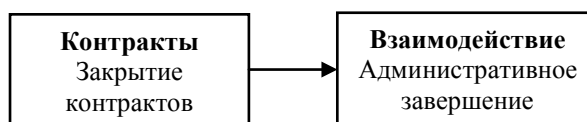

Рис. 11. Основные и вспомогательные процессы 4
Процессы завершения (5) упорядочивают закрытие проекта и состоят из процессов закрытия контрактов и административного завершения (рис. 11), а именно: